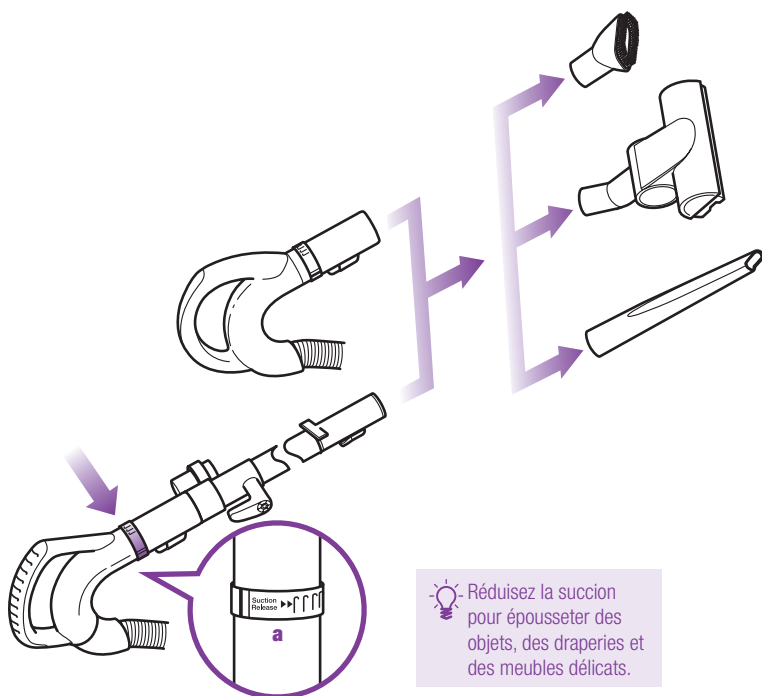

Fig. 16
- 2 Fixez l'accessoire désiré à l'extrémité de la poignée ou du tube-rallonge. (Fig. 16)
surfaces délicates et des draperies. Fermez la soupape (a) en faisant tourner la bague de 90° dans le sens des aiguilles d'une montre afin d'augmenter la puissance d'aspiration et lors de l'utilisation de la brosse motorisée portable. (Fig. 16-a)